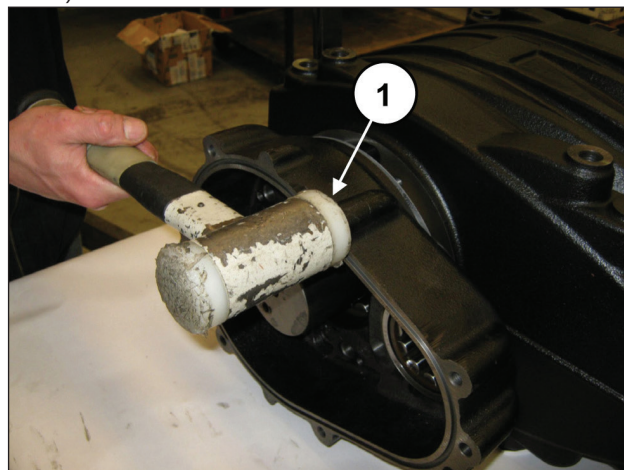

图 65
安装齿轮减速箱 (及相应密封圈), 可使用锤子 (①, 图 65)。